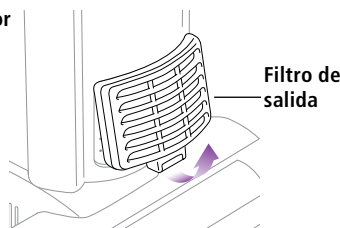

Fig. 20
- 1 Saque la cubierta del filtro del frente de la aspiradora tirando hacia arriba de la pestaña y tirando de la cubierta hacia fuera. (Fig. 20)